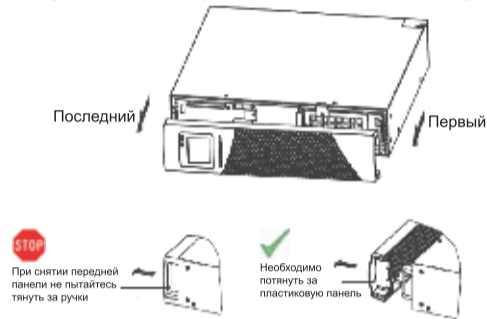

Рисунок 1 Снятие лицевой панели батарейного блока и ИБП
1. Снимите лицевые панели каждого батарейного блока и ИБП (см. рисунок 1 ниже)